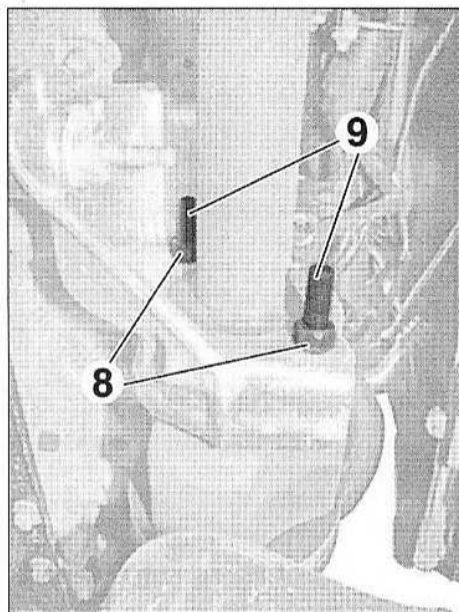

FIG.7
- Desserrer les écrous (8) (Fig.7).
- Tourner les vis (9) pour dégager leurs têtes excentriques du logement de roulement.